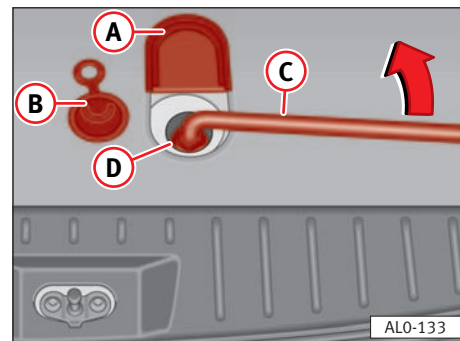

Fig. 171
- Abrir hacia delante la tapa pequeña (A) situada en el piso del maletero cerca de la cerradura del portón trasero ⇒ fig. 171. ►
- Extraer hacia arriba la junta de goma ⇒ **fig. 171 B** tirando de la argolla.
- Sacar la llave de ruedas ⇒ **fig. 171 C** de las herramientas de a bordo. Encajarla sobre el tornillo hasta el tope y mantenerlo en esta posición oprimiendo la arandela de seguridad ⇒ **fig. 171 D**.
- Girar la llave de ruedas **C** hacia la izquierda hasta que se pueda apoyar la rueda de repuesto que va colgada de un cable de acero ⇒ **fig. 171**.